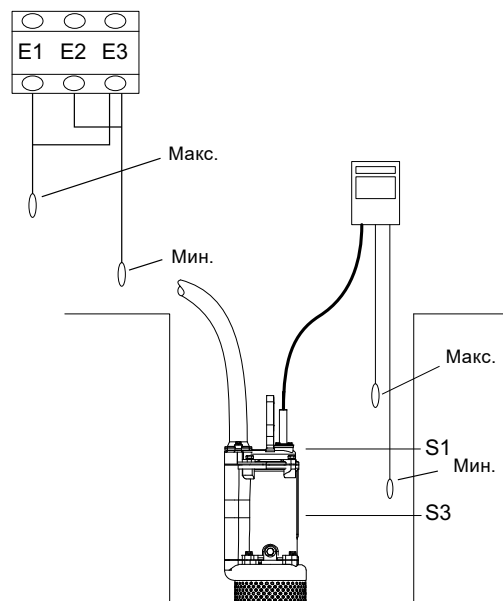

Рис. 9 Шкафы управления насосами
2. Включить и тут же отключить насос, следя при этом за направлением действия крутящего момента (за направлением рывка) насоса. Если насос подключен правильно, рабочее колесо будет вращаться по часовой стрелке, т.е. рывок самого насоса будет против часовой стрелки. См. рис. 9. Если направление вращения неверное, поменять местами две фазы источника питания.